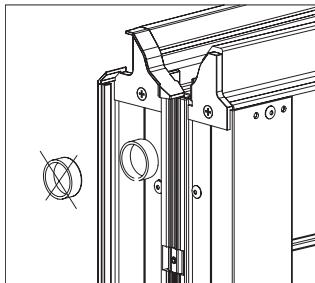

Рис. 32
- открыть калитку и снять дистанционные проставки (рис. 32)